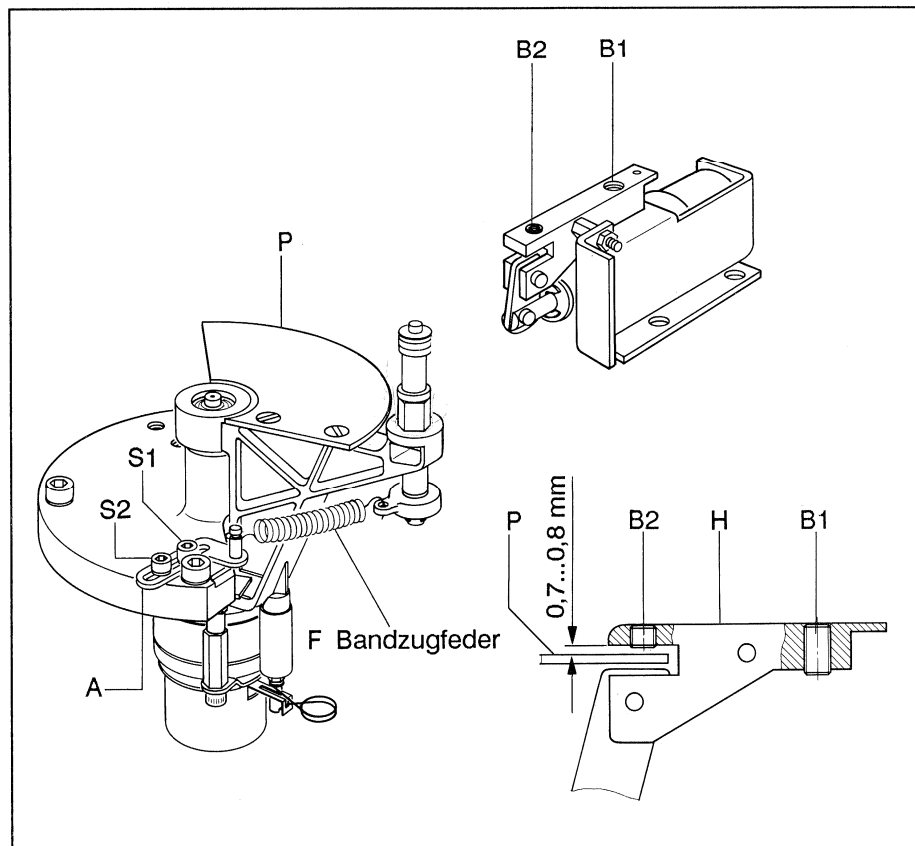

Fig. 3.4.14 Bandzugwaage links mit Blockiereinheit
- Die Schrauben **S1** und **S2** lösen. (Stiftschlüssel 2,5 mm). Siehe Fig. 3.4.14
- Den Federhalter **A** schieben bis am **TP3** $1,08V \pm 0,05V$ (DC) (1,2V) zu messen sind. Dabei ist wichtig, dass die Bandwaage vom unteren Anschlag her in den Arbeitspunkt läuft!
Die linke und rechte Blockiereinheit, wenn vorhanden, (siehe Fig. 3.4.14/15) werden gleich eingestellt.
- Drehpunkt des Blockierhebels **H** ölen. (siehe Fig. 3.4.14)